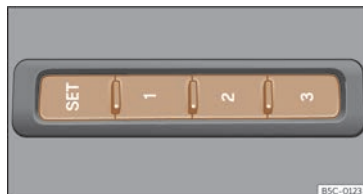

Abb. 92 Außen am Fahrersitz: Memory-Tasten.
- Taste **SET** länger als 1 Sekunde drücken >>> (**Abb. 92**).